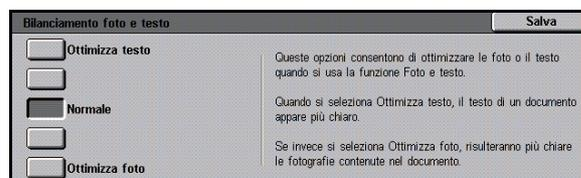

Fig. 50: Impostazioni Bilanciamento fotoetesto
- Selezionare la casella corrispondente al livello di qualità immagine appropriato per l'impostazione Bilanciamento foto e testo, come illustrato in Fig. 50.